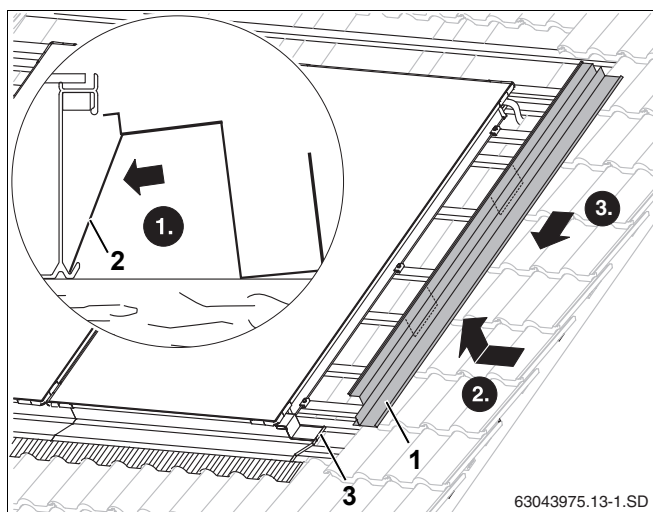

Рис. 49 Установка правого бокового накладного листа
- ▶ Нужно установить опорные листы (рис. 49, поз. 2) в нижнюю кромку коллектора.
- ▶ Вставьте боковые накладные листы справа и слева (рис. 49, поз. 1) верхней кромкой в паз коллектора и задвиньте на нижний накладной лист.
- ▶ Для лучшей фиксации сожмите перехлест обоих листов (рис. 49, поз. 3).